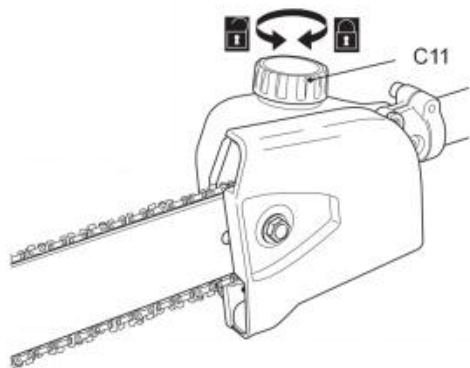

Fig. 16
- 2) Odkręć i zdejmij korek zbiornika oleju (C11) (rys. 16), a następnie wlej odpowiedni środek smarny do zbiornika. Zalecamy stosowanie ekologicznego oleju łańcuchowego przeznaczonego specjalnie do tego produktu.